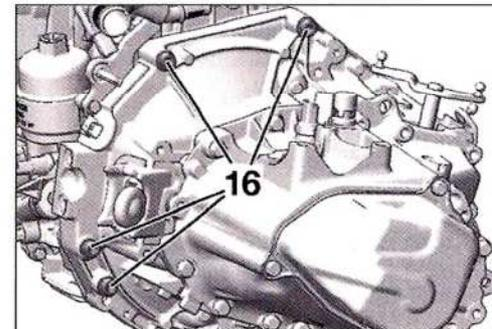

FIG. 6
- Los tornillos (14).
- Desmontar los tornillos de fijación (16) de la caja (Fig.6).